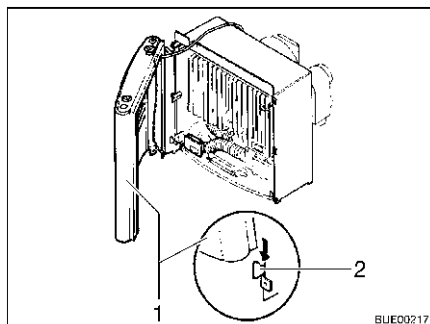

Fig. 138 Copertura del riscaldamento, passanti di sostegno
- Montare la copertura del riscaldamento. Collocare la copertura (Fig. 138,1) sui passanti di sostegno inferiori (Fig. 138,2).